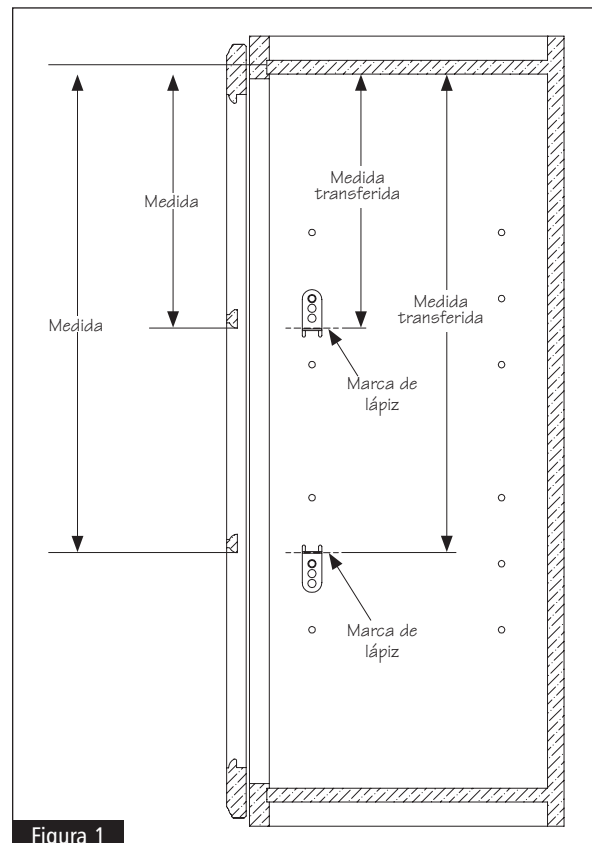

Figura 1
- 2** Mida hacia abajo desde el interior de la parte superior del gabinete hasta la parte inferior de las rejillas de las puertas con entrepaño, como se muestra en la figura 1. Transfiera la distancia desde el interior de la parte superior del gabinete, alineada con los orificios de los sujetadores de repisa en el panel lateral, marcándola con un lápiz como se muestra en la figura 1.
- 4** Si la marca del lápiz se encuentra sobre o bajo un orificio de un sujetador de repisa, es necesario colocar un soporte de repisa ajustable en dicha ubicación. Sostenga la superficie plana de un soporte de repisa ajustable junto a la marca del lápiz, gire y mueva el soporte de repisa ajustable hasta que uno de los orificios para los tornillos quede cerca de un orificio de un sujetador de repisa en el panel lateral, como se muestra en la figura 1.
- NOTA:** Los soportes de repisa ajustables con entrepaño se pueden instalar de manera invertida para lograr la ubicación deseada, como se muestra en la parte inferior de la Figura 1.